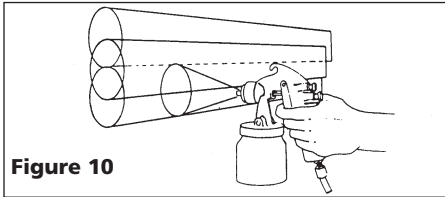

Figure 10
5. Chevaucher les coups juste assez pour obtenir une couche égale (Voir Figure 10).